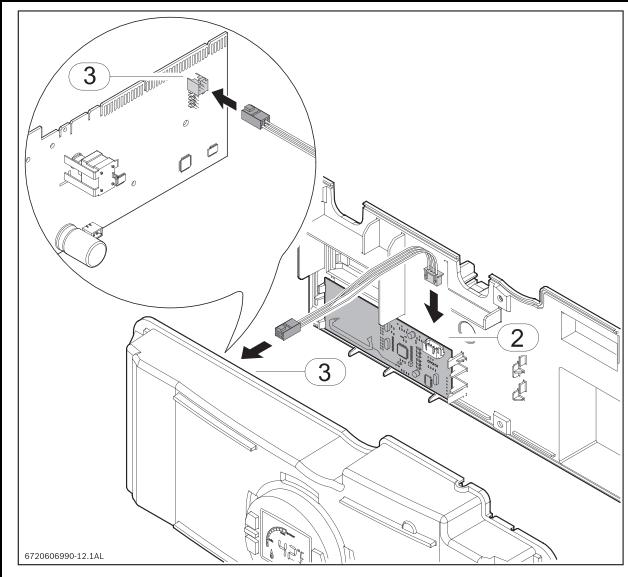

Рис. 5
- Подсоедините кабель из комплекта поставки между главной платой и платой ПДУ, как показано на рис. 5.
- Если код ошибки появляется сразу после установки платы передатчика ПДУ, убедитесь в том, что два больших электрических соединителя (рис. 5) на главной плате установлена правильно.